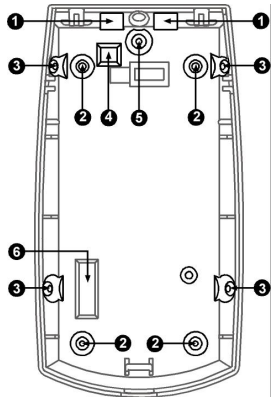

Fig 1 Knockout holes | Orificios troquelados | Trous de débouchure |
3. Break out the desired holes for proper installation (Fig. 1 – 2) for flat mount or Fig. 1-3 for corner mount) Use 4 screws type 3x30mm.
3. Haga los agujeros deseados para una instalación correcta ((Fig. 1 - 2) para enmarcar en el plano o (Fig. 1 - 3) para enmarcar en la esquina) Use 4 tornillos de tipo 3x30mm.
3. Ouvrez les trous désirés pour l'installation (Fig 1 -2) pour le support plat ou (Fig 1 -3) pour le support d'angle. Employez 4 vis de type 3x30mm.